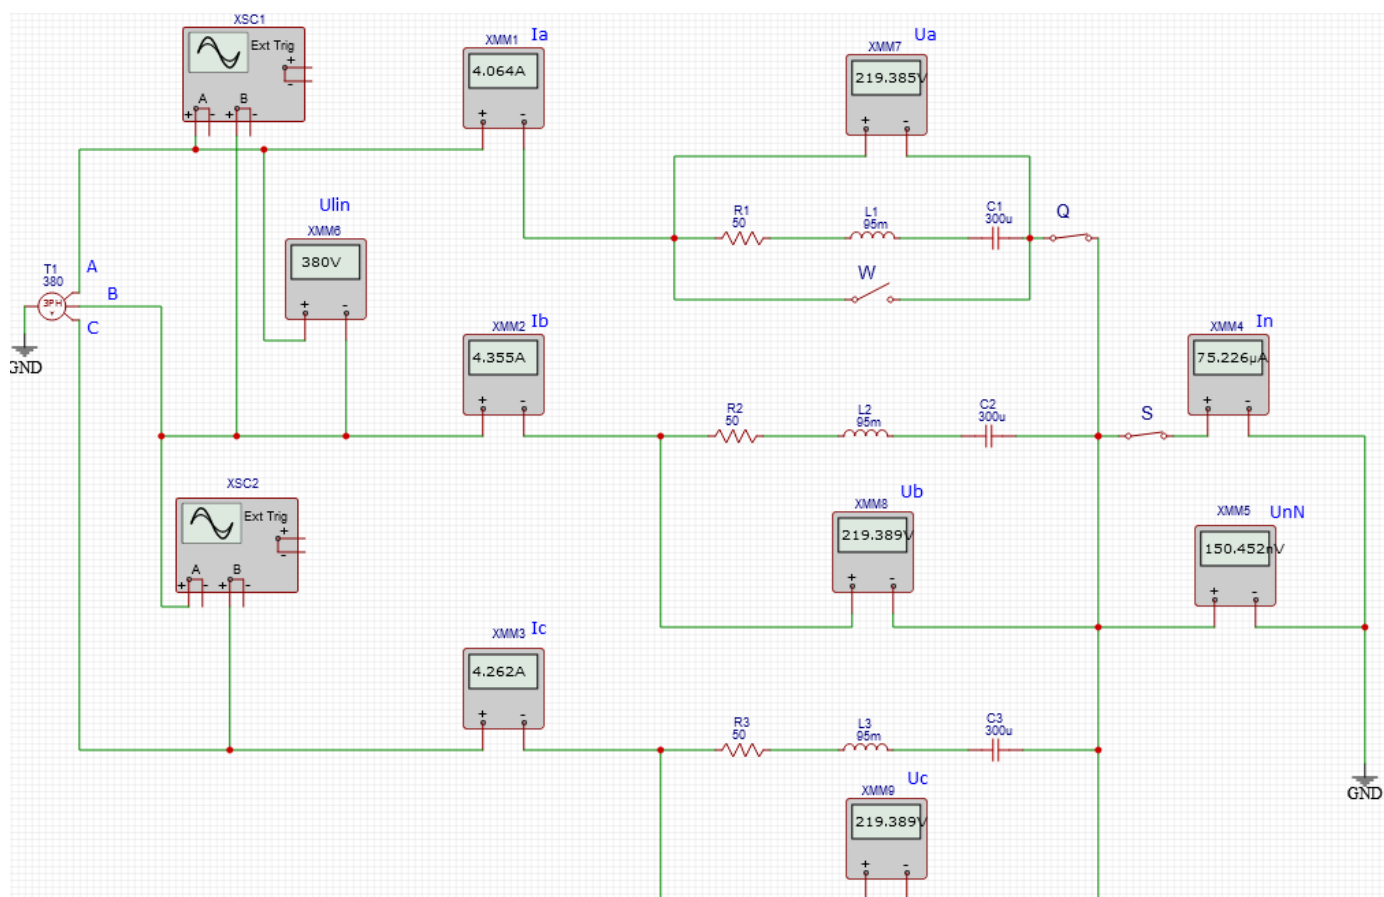

Рис. 24. Схема задания 1.
Собрать на рабочем поле среды EasyEDA схему (рис. 24) для исследования трехфазной цепи в различных режимах ее работы при соединении источника и приемника по схеме звезда-звезда.
- трехфазный источник T1: напряжение = 380 В и частоту $f = 50$ Гц (рис. 24);